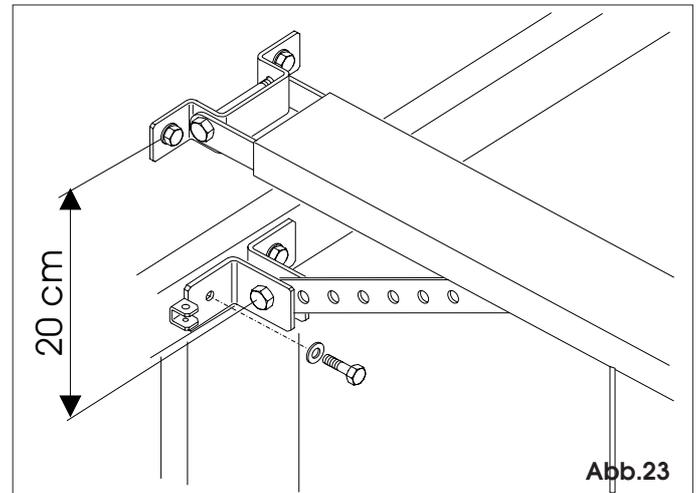

Abb.23
**N.B.: Der Abstand zwischen dem Bügel der Mitnehmerstange und dem Bügel der Gleitschiene darf nicht mehr als 20 cm (max 30°) betragen (Abb.23).**
7.22 Nach der Bestimmung des Befestigungspunktes, die Bohrung vornehmen und mit geeigneten Schrauben befestigen (Abb.23).